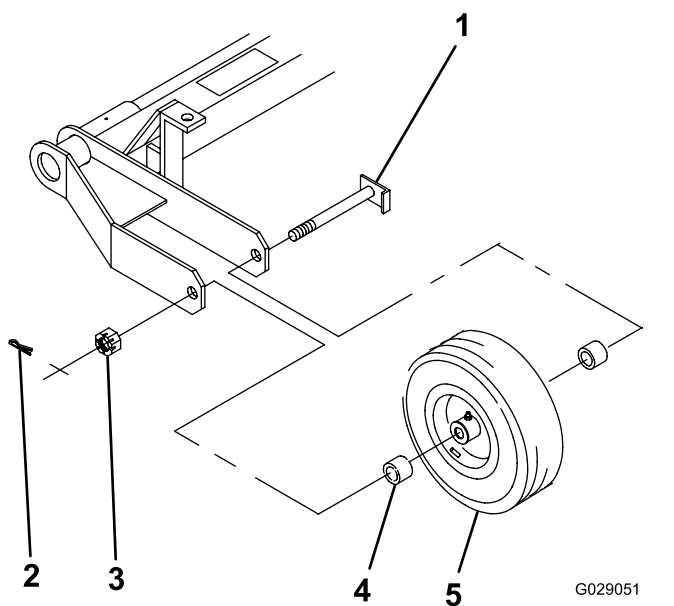

Figure 3
1. Insérez la roue et les 2 douilles d'écartement (1 de chaque côté du moyeu) entre le cadre, comme montré à la Figure 3.
2. Insérez l'arbre de roue dans le cadre, les douilles d'écartement et la roue (Figure 3).
3. Vissez l'écrou crénelé sur l'arbre de roue (Figure 3) et serrez-le à un couple de 8 à 20 N·m (75 à 180 po-lb).
7. Remettez la goupille fendue en place (Figure 3).